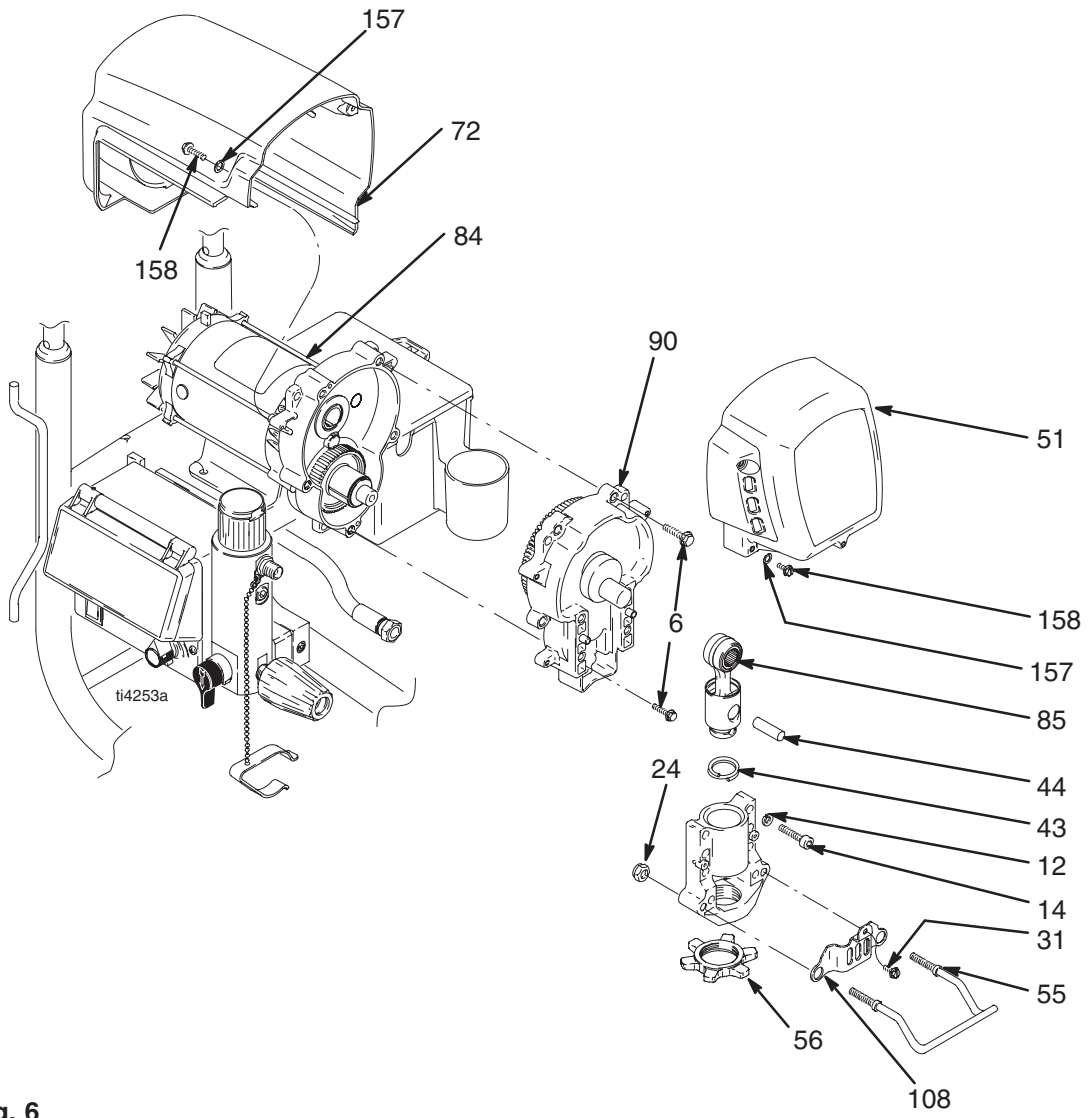

Fig. 6
- Rimuovere la vite (31), due dadi (24), il supporto del secchio (55) e il coperchio dell'asta della pompa (108).
- Fig. 6. Rimuovere due viti (158) e la copertura (72).
- Rimuovere le quattro viti (158) e il coperchio anteriore (51).
- Rimuovere le quattro viti (14), le rondelle (12) per rimuovere il corpo della guarnizione (83) e l'asta di collegamento (85).
- Rimuovere le cinque viti (6) e tirare il corpo di trasmissione (90) al di fuori del motore (84).